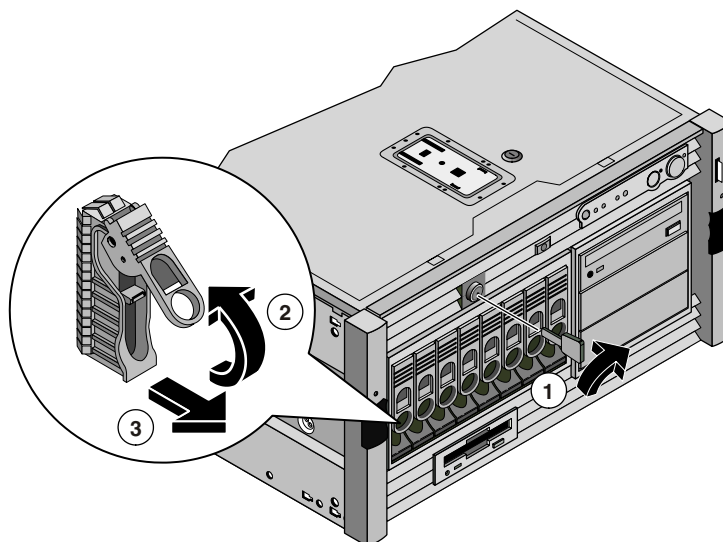

Figure 3-9. Ouverture du module du lecteur
2. Ouvrez le module en appuyant sur le loquet de verrouillage au centre de la poignée de l'éjecteur de disque et en tirant sur la poignée. Voir la Figure 3-9.